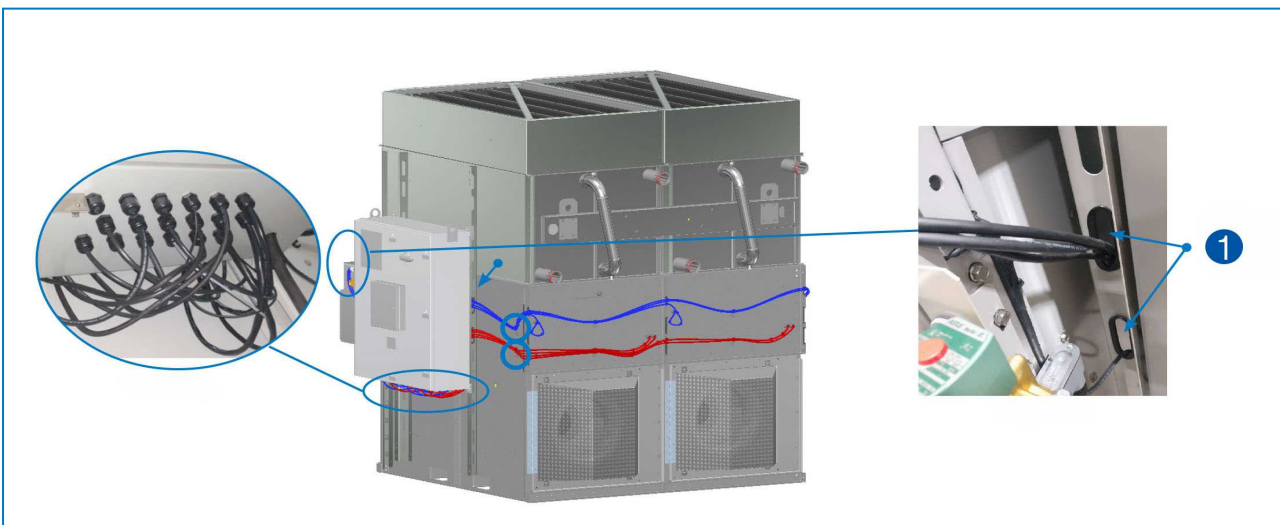

Abbildung 17 Kabel zur Konsole des iPilot®-Steuerungssystems – 1. Montagekanal mit Langlöchern mit Randstreifen.
6. Verlegen Sie das Lüfterstromkabel durch das untere Langloch mit Randstreifen am Steuerkonsolen-Montagekanal. Ziehen Sie jedes Kabel durch die jeweilige Zugentlastung unten in der Steuerkonsole und schließen Sie dann die einzelnen Steckverbinder des Kabels an die richtige Klemmleistenposition an. Siehe Abbildung 17.
7. Verlegen Sie die Lüfterkommunikations- und Komponentenkabel durch das untere Langloch mit Randstreifen am Steuerkonsolen-Montagekanal. Ziehen Sie jedes Kabel durch die jeweilige Zugentlastung unten in der Steuerkonsole und schließen Sie dann die einzelnen Steckverbinder des Kabels an die richtige Klemmleistenposition an. Siehe Abbildung 17.